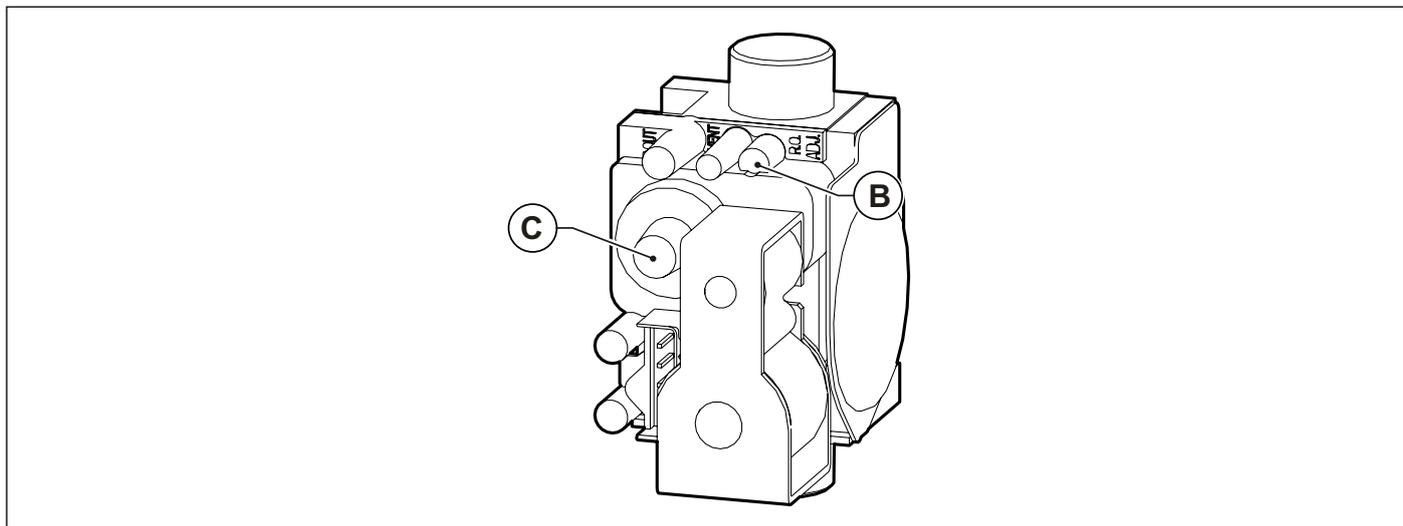

Fig. 30 Regulación valor anhídrido carbónico
- Regular el valor del anhídrido carbónico (CO₂) en los humos girando el regulador de relación **B** (ver Fig. 30 Regulación valor anhídrido carbónico) y asegurarse de que no supere los límites de la Tab. 13 Valores de CO₂ en los humos. Dejar la caldera en modalidad deshollinado y continuar en el paso siguiente de ajuste a la potencia mínima.
- Regular el valor del anhídrido carbónico (CO₂) en los humos girando el regulador de offset **C** (ver Fig. 30 Regulación valor anhídrido carbónico) y asegurarse de que no supere los límites de la Tab. 13 Valores de CO₂ en los humos.